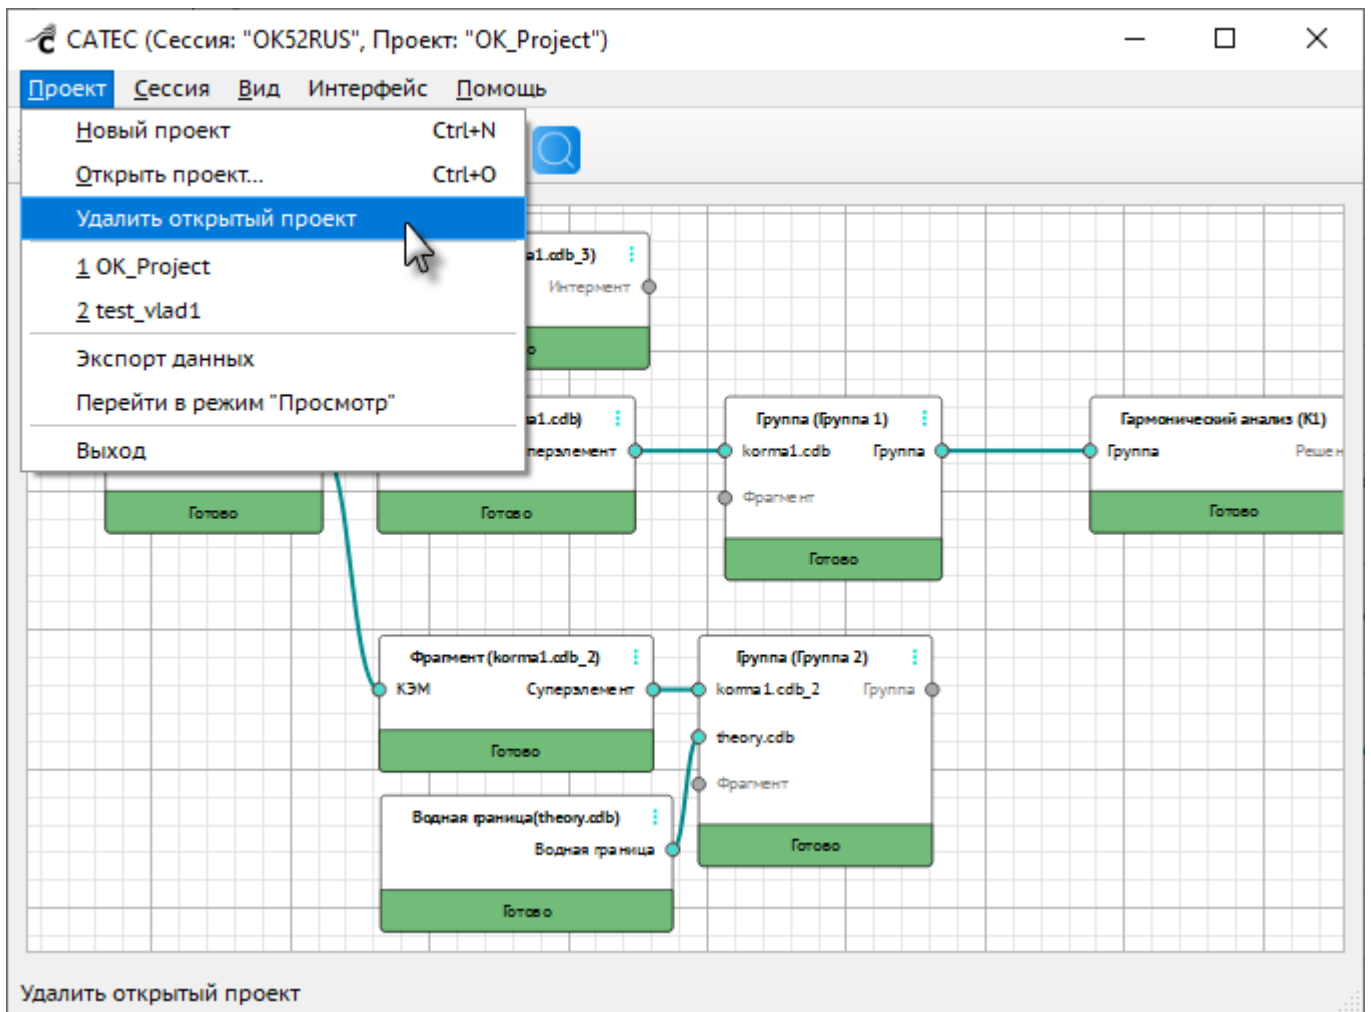

Рисунок 487 – Меню «Проект», команда «Удалить открытый проект»
2. Выбрать в меню «Проект» команду «Удалить открытый проект» (Рисунок 487).